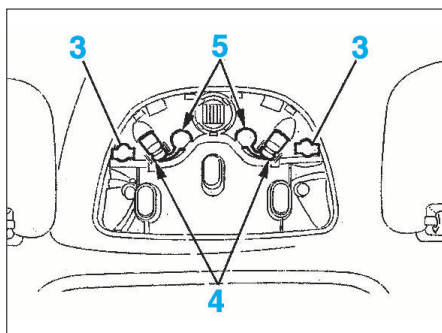

FIG. 38
- Déposer les fixations (3) (Fig.38).